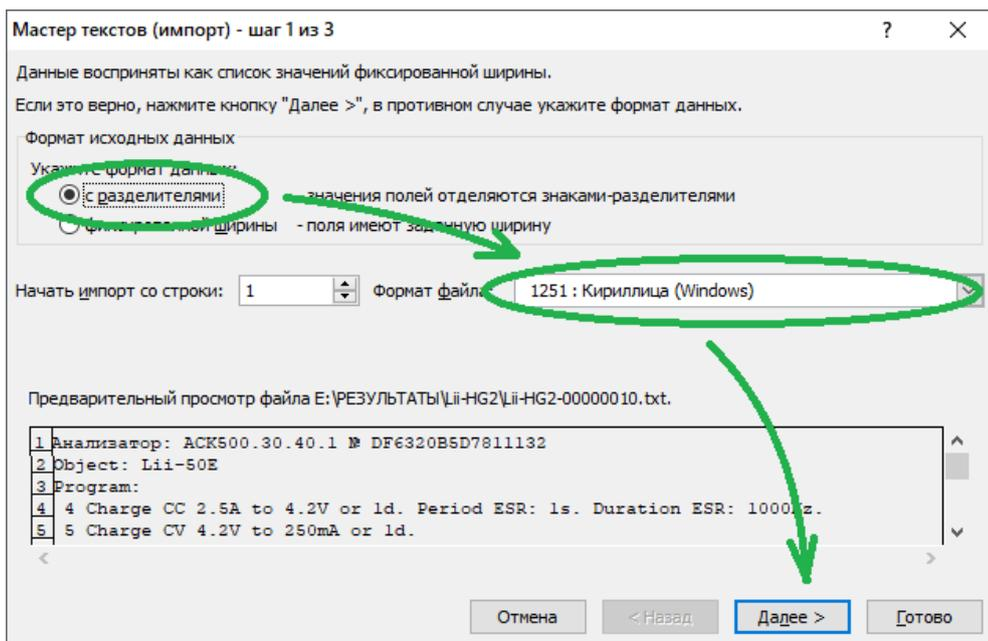

Рисунок 56 - Файлы результатов измерений содержат разделители
- В открывшемся окне "Мастер текстов (импорт) - шаг 1 из 3" выбрать вариант "с разделителями", убедиться, что выпадающем списке "Формат файла" выбран пункт "1251: Кириллица (Windows), и нажать кнопку "Далее" (см. рисунок 56);